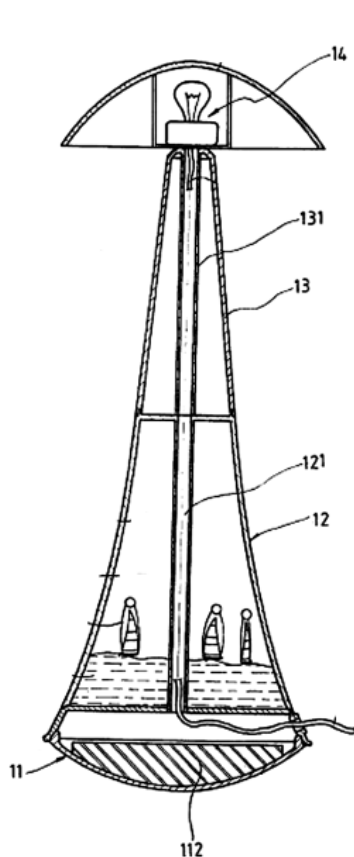

Рис.7
**Настольная лампа с перемещающимся орнаментальным контейнером с жидкостью** описана в патенте Великобритании 2353351 (2001 г.). Эта лампа (рис.7) имеет опору 11, на которой установлен контейнер с жидкостью 12, над которым находится опора 13, на которой размещен держатель лампы 14. Внутри опоры 11 находится металлический груз 112, обеспечивающий устойчивость лампы. Контейнер 12 и опора 13 имеют внутри трубку 121, 131 для пропуска провода.